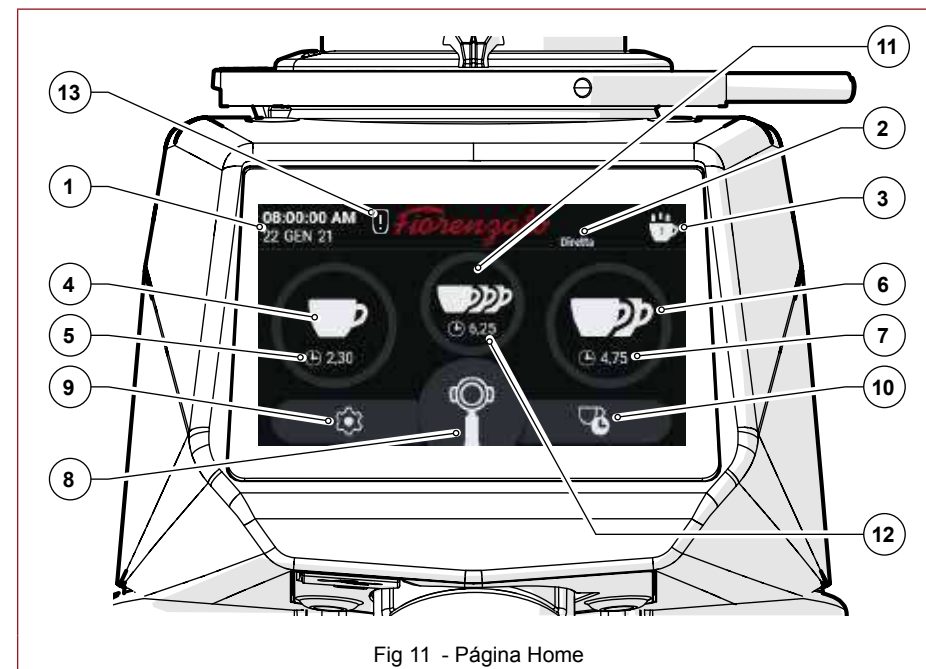

Fig 11 - Página Home
A Fig 11 mostra a página HOME com uma descrição das teclas de função e dos campos de exibição. A página HOME pode ser personalizada a partir do “Menu de Programações”, pelo que a imagem mostrada na figura pode diferir do ecrã realmente exibido no seu aparelho quando este é ligado pela primeira vez.
Com referência à Fig 11 os campos de exibição e teclas de função na página HOME são:
Pode-se aceder ao menu de programações premindo a tecla de função , sempre visível no canto inferior esquerdo do visor (ver Fig 11 Parte 9). Uma vez dado o comando, o visor carregará o menu através do qual será possível selecionar o parâmetro a ser modificado e/ou a função a ser ativada/desativada, bastando para isso percorrer a lista de opções possíveis até que o item de interesse seja encontrado. O menu de programações contém os seguintes itens:
Selecione a dose desejada (dose única, dupla ou tripla, se ativada) premindo a relativa tecla de função (ver Fig 11 Parte 4, 6 ou 11). O ícone da tecla premida começa a piscar para indicar que a seleção foi feita.
Pressionar e manter pressionada a tecla “Moagem manual” (ver Fig 11 Parte 8) para começar a moagem contínua. A moagem interrompe-se automaticamente quando o botão é libertado.
Pressionar a tecla de função para dose única, dupla ou tripla (ver Fig 11 Parte 4, 6 ou 11); quando o comando é dado, a moagem da dose desejada é iniciada imediatamente.
Neste modo de utilização, o micro interruptor de ativação é desativado e todas as teclas de seleção da dose (ver Fig 11 Parte 4, 6, 8 e 11) podem ser ativadas.
Neste modo de utilização, moagem manual (ver Fig 11 Parte 8) e as teclas de seleção de dose única, dupla e tripla (ver Fig 11 Parte 4, 6 e 11) estão desativadas.
Selecionar a dose desejada (simples, dupla ou tripla, se ativada) premindo a relativa tecla de função (ver Fig 11 Parte 4, 6 ou 11). Quando a seleção tiver sido feita, o ícone da tecla premida começa a piscar para indicar que a seleção foi feita e permanece ativa até ser selecionada uma dose diferente. Pressione o micro interruptor de ativação com o copo do filtro (uma vez) para começar a moer a dose selecionada.
Neste modo de utilização a moagem manual também (ver Fig 11 Parte 8) permanece ativa.
- Após a conclusão de cada distribuição, os contadores estatísticos são atualizados (ver Fig 11 Parte 3). Nas estatísticas, a moagem continua (ver Fig 11 Parte 8) corresponde ao aumento de uma única unidade no número de distribuições. Os ciclos de moagem são armazenados mesmo que a opção “Mostrar estatísticas” esteja desativada no menu de programações técnicas.
Quando a moagem manual (Fig 11 Parte 8) está desativada, a relativa tecla de função não pode ser selecionada e é visualizada em cinzento.
Ativa (🟢) ou desativa (⚪) a exibição da tecla de função “Estatísticas” no ecrã HOME (ver Fig 11 Parte 3).